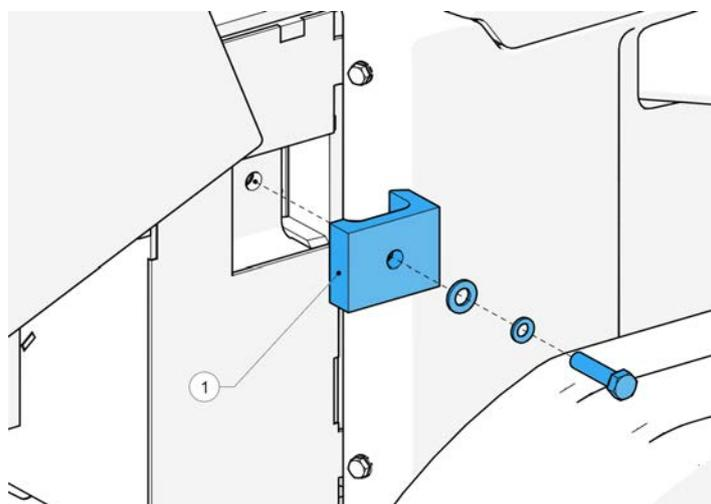

Figure 61 - Position de la fixation de l'enclume
4. Localisez la fixation de l'enclume (1, Figure 61).